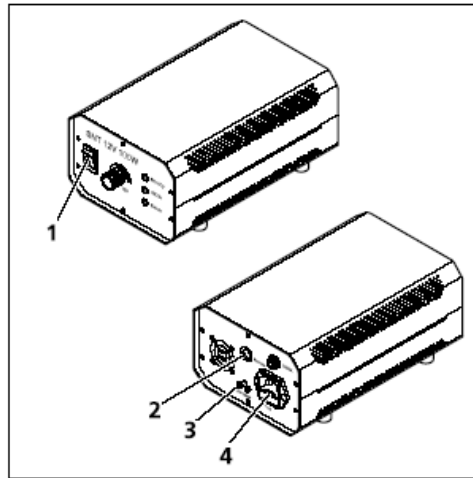

图3-37 辅助供电设备HAL 100（前面和后面）
- 将3销 HAL 100插头连接到单独的辅助电源供应设备（图3-37/3）。
- 将辅助供电设备（图3-37/4）的电源线与电插座连接。
- 打开透射光（HAL 100照明的下部主机体）和反射光（如果正在使用）的卤素灯，作为它对应的单独的辅助电源供应设备（图3-37/1）（同时参考辅助电源供应设备的单独操作手册）。